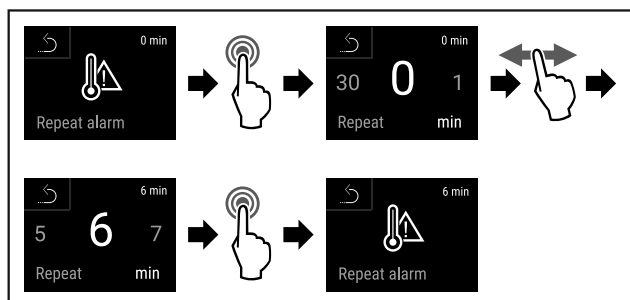

Fig. 143
- Handlungsschritte (siehe Fig. 143) durchführen.